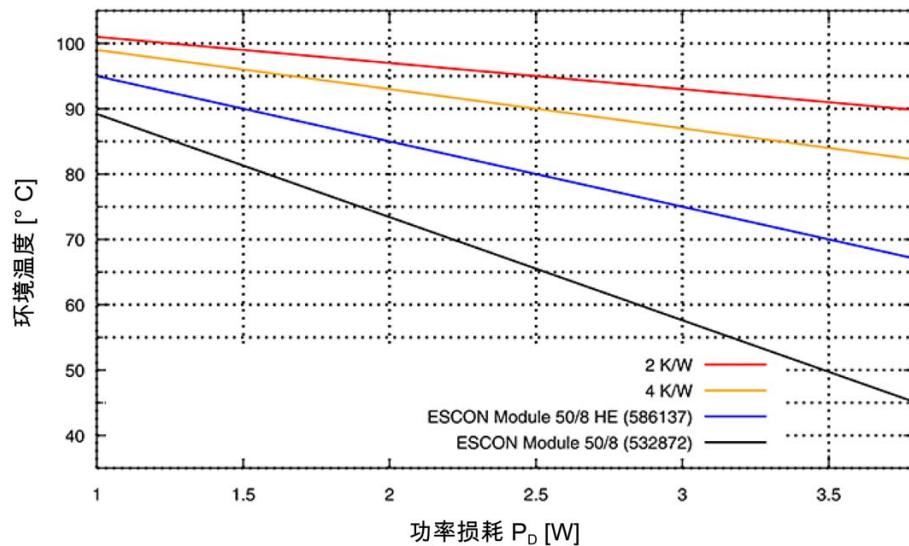

图 2-2 环境温度降低额定功率 / 所需的散热器
扩展范围 ^{**) 1)}	6000 ~ 10000 m MSL 降低额定功率: 环境温度 (→ 图 2-2) 减去 11 °C
3) → 图 2-2